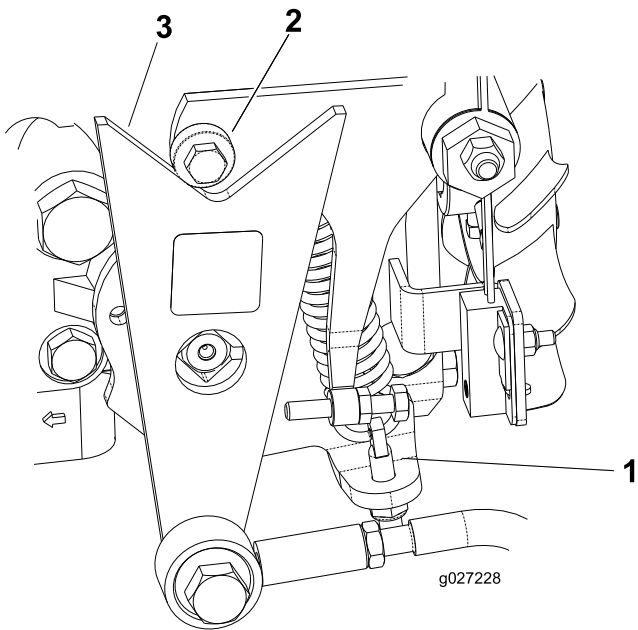

图 49
- 如果车轮的旋转方向正确请关闭发动机并调节弹簧调节锁紧螺母图 49。调节驱动空档位置请参阅 将牵引驱动装置调至空档 \(页码 26\)。